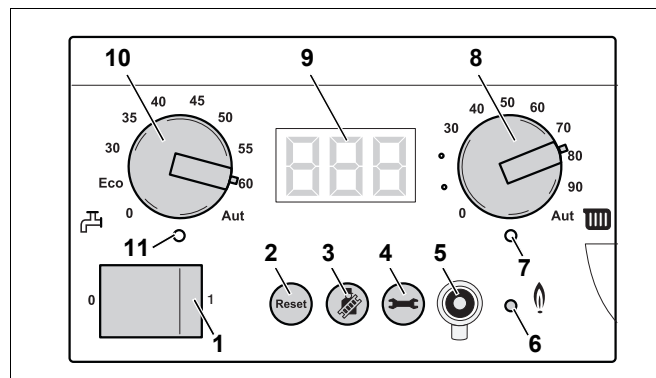

Fig. 88 Controler de bază BC10
- Opriți instalația de încălzire cu comutatorul de funcționare al controlerului de bază BC10 (fig. 88, poz. 1).
- Porniți instalația de căldură cu comutatorul de funcționare al controlerului de bază BC10 (fig. 88, poz. 1).
- După ce se aprinde LED-ul "Arzător" (fig. 88, poz. 6) așteptați un minut până ce cazanul de încălzire arde la sarcină parțială.
- Apăsăți tasta "Coșar" (fig. 88, poz. 3) și țineți-o apăsată (circa două secunde), până când apare punctul în dreapta jos pe display (fig. 88, poz. 9). Vezi pentru aceasta tabelul 8, „Testul gazelor de evacuare”, pagina 42.